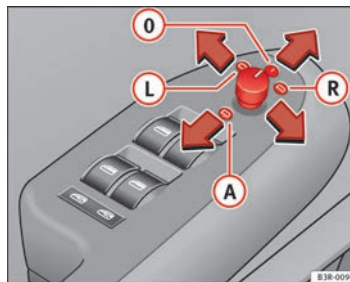

Abb. 102 Ausschnitt aus Armlehne: Drehknopf ▶
- Drehen Sie den Drehknopf in Stellung  $\Rightarrow$  Abb. 102 **L** (Fahreraußenspiegel) oder in Stellung **R** (Beifahreraußenspiegel).
Beim Einlegen des Rückwärtsgangs kippt die Spiegelfläche etwas nach unten, wenn auf den Beifahreraußenspiegel umgestellt ist (Drehknopf in Stellung **R**  $\Rightarrow$  Abb. 102). Dadurch wird beim Einparken die Sicht zur Bordsteinkante ermöglicht.